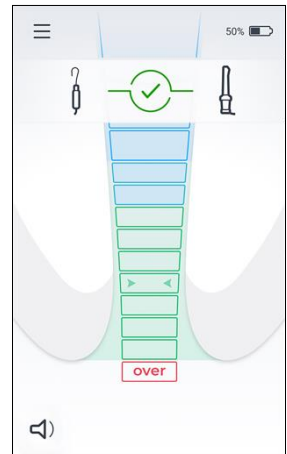

Figura 4
3. El icono de «prueba de conexión de cable»  deberá aparecer en la pantalla (ver Figura 4)